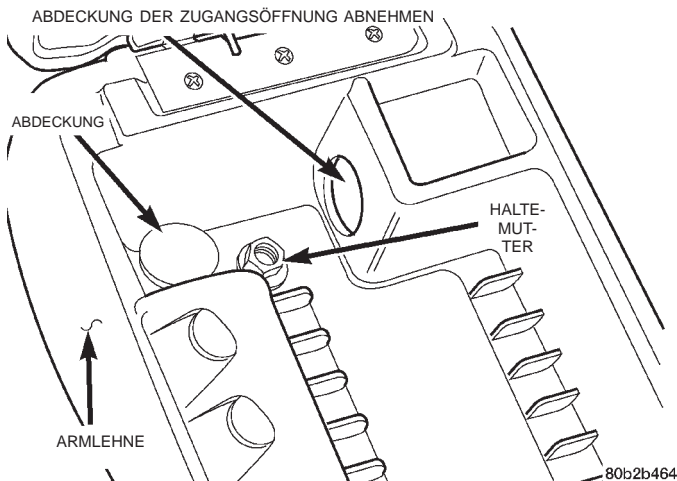

Abb. 44 Zugangsöffnung/Armlehne
(1) Fahrersitz ganz nach vorn und Beifahrersitz ganz nach hinten schieben.
(2) Armlehnen-Abdeckung öffnen (Abb. 44).
(3) Abdeckung der Haltemutter abnehmen.
(4) Haltemutter der Armlehne lösen.